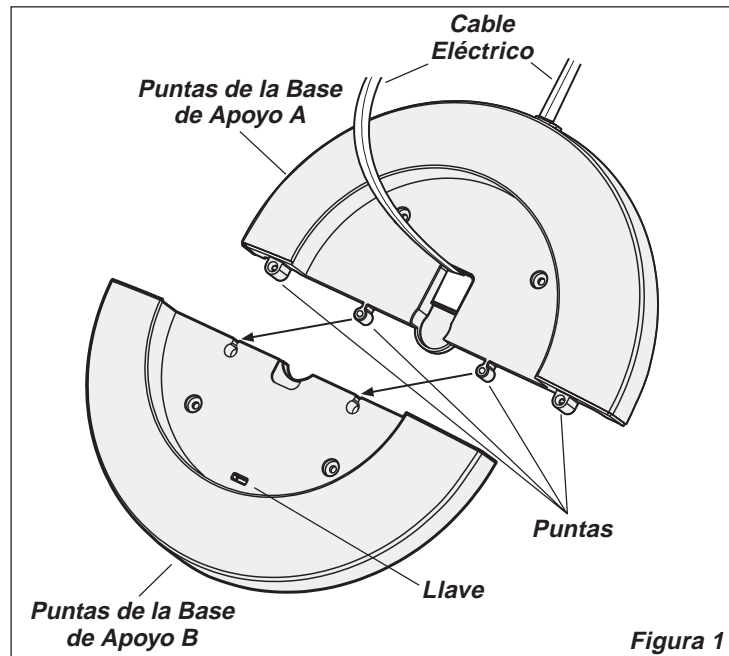
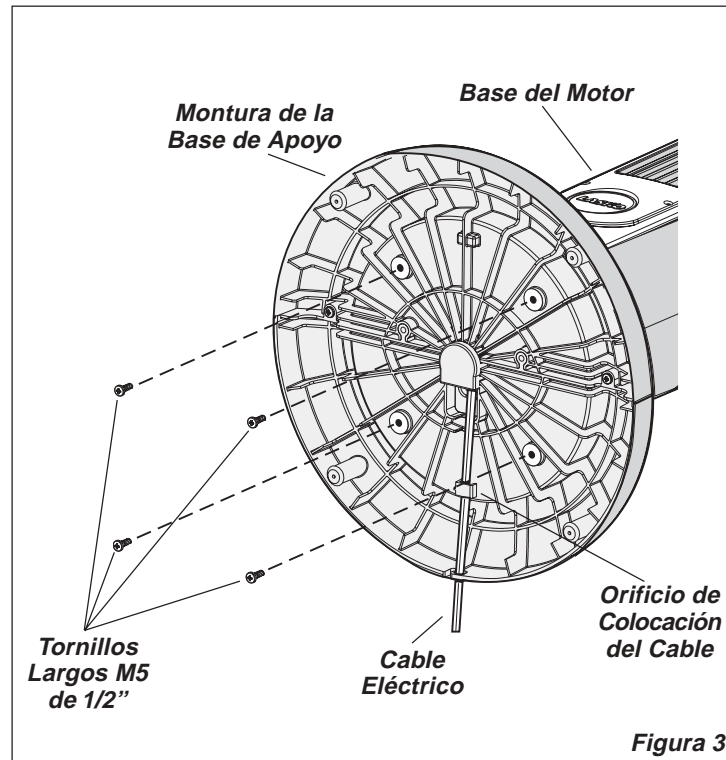

Figura 1
Figura 3
2. Arme las Mitades de la Base de Apoyo encastrando las **Puntas** de la **Base de Apoyo A** con los Orificios para **Puntas en la Base de Apoyo B**. Conecte el **Cable Eléctrico** a través del orificio grande en el centro de la **Montura de la Base de Apoyo**. (Figura 1)
4. Alinee la **Montura de la Base de Apoyo** con la **Base del Motor**, teniendo en cuenta que la ranura del cable en la parte inferior de la **montura de la base de apoyo debe apuntar hacia la parte posterior del Ventilador**. Adose la **Montura de la Base de Apoyo** a la **Base del Motor** con (4) **Tornillos Largos M5 de 1/2"**. Cerciérese de alinear la **Llave** del **Conjunto de la Base de Soporte** con la **Muesca Localizadora** de la **Base Del Motor**. (Figura 1) Suavemente tire del **Cable Eléctrico** para evitar que quede flojo y colóquelo en el **Orificio de Colocación del Cable**. (Figura 3)